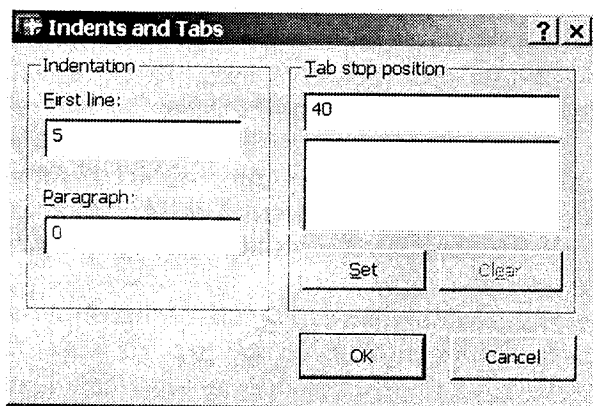

Рис. 6.8
**Indents and Tabs** (Відступи і табуляція) — викликає однойменне діалогове вікно (рис. 6.8.).